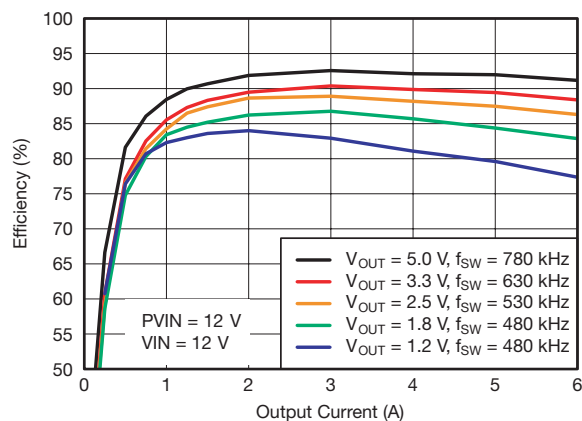
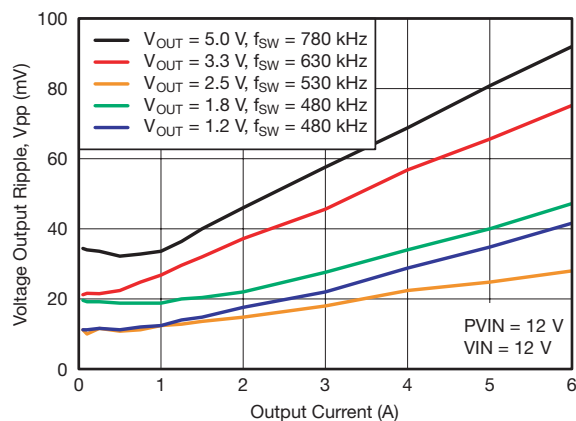
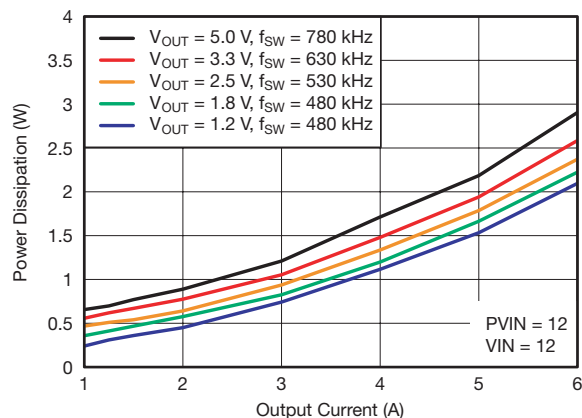

図 1. 効率 対 出力電流
図 2. 電圧リップル 対 出力電流
図 3. 消費電力 対 出力電流
- (1) 電氣的特性データは、25°Cでテストした実際の製品から求めたものです。このデータは、コンバータの代表的なデータと考えられます。図1、図2および図3に対して適用されます。